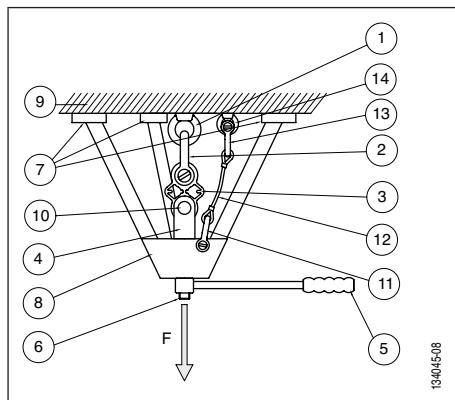
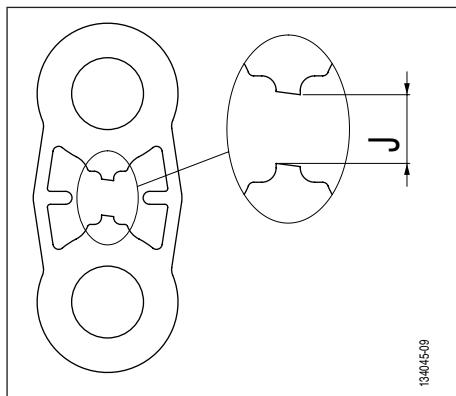

Fig. 6
Fig. 7
- 1 apparecchio di messa in carico ad azionamento manuale di tipo treppiede (vedi Fig. 6, pag. 45, capitolo 4.2. Schema),
- 1 dispositivo di sicurezza per la trattenuta del dispositivo di messa in carico, in caso di rottura del punto di ancoraggio da testare, comprendente (vedi Fig. 6, pag. 45):
- 1 corda di sicurezza di lunghezza appropriata (vedi Fig. 6, pag. 45, capitoli 4.2. Schema e 4.3. Verifiche prima dell'installazione),
PERICOLO: Per testare un punto di ancoraggio mediante la placchetta per test TA, l'operatore deve tassativamente utilizzare un apparecchio di messa in carico di tipo treppiede ad azionamento manuale che sia stato specificatamente progettato e dimensionato al fine di poter essere utilizzato per la messa sotto carico di trazione senza rischio del punto di ancoraggio da testare (Fig. 6, pag. 45), o qualsiasi altro apparecchio di messa sotto carico di trazione della placchetta per test TA appositamente progettato e dimensionato per essere utilizzato in completa sicurezza.
L'insieme delle verifiche prima dell'installazione descritte qui di seguito, fa riferimento alla Fig. 6.
L'insieme delle procedure descritte qui di seguito, fa riferimento alla Fig. 6.
! PERICOLO: Il gioco 'J' massimo (Fig. 7, gioco J) non deve superare i 15 mm.
1. Aumentare progressivamente il carico agendo sull'apparecchio di messa in carico (Fig. 6, pag. 45, rif. 8). L'operatore dovrà tassativamente tenere d'occhio la placchetta, al fine di poter stoppare la messa in carico immediatamente dopo la rottura della sezione 'S' della placchetta (Fig. 7).
2. Alla rottura della sezione di controllo 'S' della placchetta per test TA (Fig. 7), l'operatore deve immediatamente interrompere la sua azione sull'apparecchio di messa in carico per non rischiare di rompere completamente la placchetta.
L'insieme della procedura descritta qui di seguito, fa riferimento alla Fig. 6, pag. 45.
8. Proseguire la messa in carico della placchetta per test TA dopo la rottura della sezione di controllo 'S' (vedi capitolo 5.2. *Procedura di messa in opera del test di trazione*, Fig. 7, pag. 46).